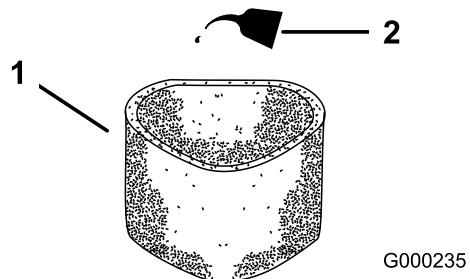

Figure 25
- Imbibez l'élément d'huile moteur fraîche (Figure 25) puis pressez l'élément pour éliminer l'excédent d'huile.